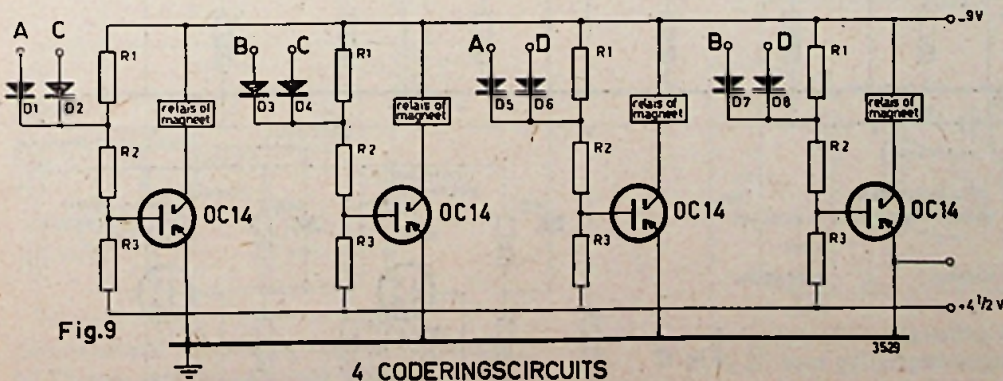

Fig.9
In stand (0) is dit A en C - in (1) : B en C - in (2) : A en D en in (3) : B en D. De vier coderingscircuits zijn dan ook in deze volgorde aan de teller verbonden — fig. 9.